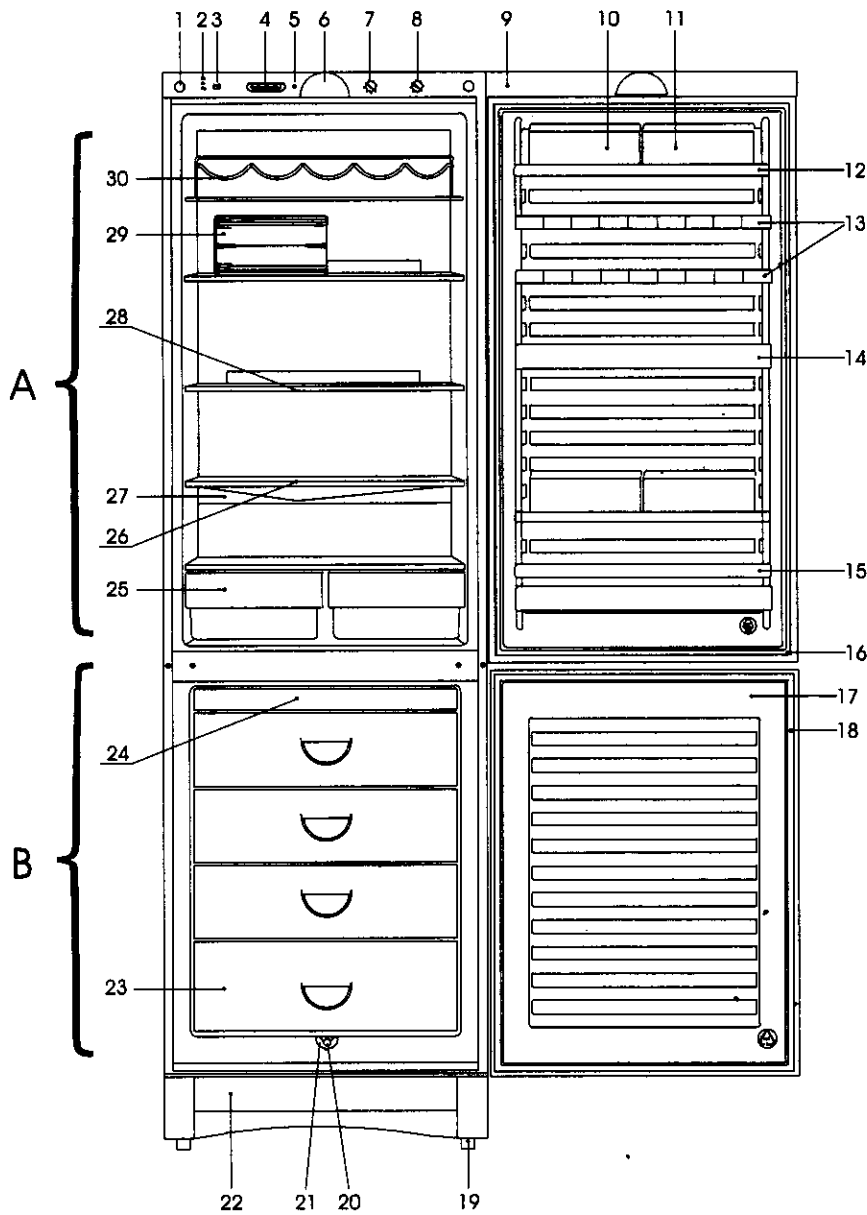
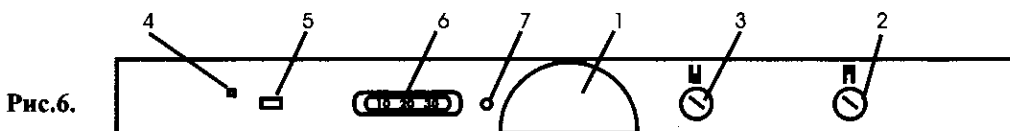

Рис.1. Схема расположения камер холодильника и его комплектующих:
Рис.6.
1.2. Комбинированный холодильник - морозильник состоит из двух камер: холодильной (А) и морозильной (В) рис. 1., которые оснащены отдельными компрессорами (рис. 1а) и системой автоматики (рис. 6). Включать и пользоваться холодильной и морозильной камерой можно по отдельности, независимо друг от друга.
| Наименование                     | Рис. 1 | КОЛИЧЕСТВО |         |         |         |         |         |         |         |         |
Рис.1 а. Вид сзади.
4.9. В процессе эксплуатации или уборки прибора, а также уборки помещения не допускайте попадания влаги на компрессор и реле (см. Рис. 1а).
5.2. Установите прибор на полу ровно, регулируя передние опоры, для чего необходимо снять декоративную панель. Большими пальцами обеих рук нажмите на панель сверху. Остальными пальцами захватите панель за выступ снизу и с усилием вытащите её на себя, (рис. 3). Для облегчения закрывания дверей и более плотного их прилегания к шкафу можно установить его с небольшим наклоном назад, регулируя опоры, с помощью специального ключа (рис. 4). Диапазон регулирования ограничен конструкцией опор. Задние опоры не регулируются. Они выполнены в виде роликов (рис. 1а) и служат для облегчения перемещения прибора.
6.1. Расположение Приборов управления и сигнализации (см. рис. 6):
6.2. Перед включением прибора в электросеть установите клавишу переключения режимов 5 (рис. 6) в положение, обозначенное символом «0» (режим хранения). Ручки термостатов 2 и 3 (рис. 6) установите в позиции «0», вращая их *против часовой стрелки*. Для удобства воспользуйтесь монеткой, которую необходимо установить в шлиц ручки термостата (применение отверток, ножей и т. п. может привести к повреждению ручки). До позиции «1» ручка вращается плавно, без особых усилий. Для дальнейшего вращения до позиции «0» нужно приложить усилие. Убедитесь в том, чтобы указатель на ручке термостата совпал с позицией «0». Это означает, что прибор выключен (если все выше перечисленные операции производились при включенном в электросеть приборе, то повторное включение термостатов допускается не менее чем через 10 мин.).
Овощи и фрукты храните в специальных ящиках (рис. 1), расположенных в нижней зоне холодильной камеры. Оптимальные сроки хранения свежих продуктов в холодильной камере приведены в таблице:
6.10. Для удобного размещения продуктов в высокой посуде предусмотрена перестановка полок по высоте. Полка холодильника выдерживает распределенный вес не более 35 кг. Полки двери также можно переставлять (см. рисунок 1). Обратите внимание на то, что нижние полки по глубине больше, чем верхние. Установка этих полок, вместо верхних, может привести к тому, что дверь холодильной камеры не будет закрываться. Кроме этого, следует обратить внимание на пластмассовые накладки полок. Передние накладки полки имеют одинаковую форму. Задние имеют два вида: овальные (для нижних полок) и с барьером (для верхних полок, установленных перед испарителем). Неправильная установка полок может привести к поломке накладок.
6.16. Морозильная камера оснащена клавишей выбора режима 6 (рис.6):
7.1. В вашем холодильнике предусмотрено автоматическое удаление снегового покрова с испарителя, расположенного на задней стенке холодильной камеры. Это означает, что каждый раз в период остановки компрессора испаритель покрывается каплями воды, которые стекают в лоток. Затем через отверстие в центре лотка вода по дренажной трубке стекает в сосуд талой воды, установленный на компрессоре (рис. 1а), где испаряется за счёт нагрева компрессора. Такое периодическое оттаивание снегового покрова с испарителя холодильной камеры является обязательным и служит доказательством нормальной работы. Частота и продолжительность циклов оттаивания зависят от установки ручки термостата 2 (рис. 6), загрузки камеры продуктами, температуры окружающего воздуха.